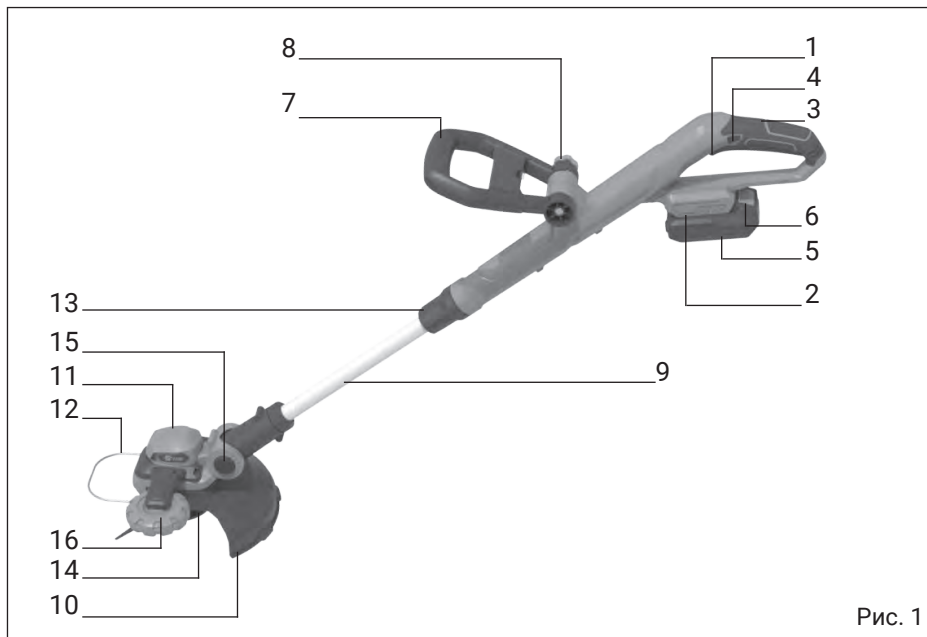

Рис. 1
Основные функции и внешний вид триммера на рис. 1.
3.3 Аккумуляторный триммер состоит из электродвигателя постоянного тока в пластиковом корпусе (рис. 1, поз. 11) на который крепятся , защитный пластиковый кожух (рис.1, поз. 10), металлический ограничитель (рис. 1, поз. 12), а также режущая головка с леской и направляющее колесо (рис. 1, поз. 16). Нижняя часть тримера соединяется телескопической штангой (рис.1, поз. 11) с основной рукояткой (рис. 1, поз. 3) на которой располагаются, выключатель (рис. 1, поз. 1) и фиксатор выключателя (рис.1, поз. 4), платформа для подключения аккумулятора (рис. 1, поз. 2), а также регулируемая дополнительная рукоятка (рис. 1, поз. 7).
3.4 Для начала работ необходимо нажать на выключатель (рис. 1, поз. 1), Для остановки электродвигателя необходимо отпустить выключатель (рис. 1, поз. 1).
Для снятия аккумулятора необходимо нажать кнопка фиксатора аккумулятора (рис. 1, поз. 6) и сдвинуть его немного назад.
Отрегулируйте телескопическую штангу (рис. 1, поз. 9) по высоте на удобное для оператора расстояние с помощью кольца фиксатора (рис. 1, поз. 13), для этого необходимо ослабить кольцо фиксатора (рис. 1, поз. 13) открутив его против часовой стрелки, после чего отрегулировать нужную высоту и зафиксировать это положение закрутив кольцо фиксатора (рис. 1, поз. 13) в обратной последовательности.
Отрегулируйте нижнюю часть тримера, так чтобы во время работы режущую часть удобно было перемещать параллельно поверхности скашивания, для этого необходимо нажать и удерживать кнопку регулировки угла наклона нижней части тримера (рис. 1, поз. 15), установить необходимый угол наклона и отпустить кнопку регулировки в исходное положение.
Установите дополнительную рукоятку в удобное положение, ослабив ручку регулировки (рис. 1, поз. 8), после чего зафиксируйте это положение ручкой регулировки (рис. 1, поз. 8).
При скашивании газона около забора или бордюра рекомендуется использовать направляющее колесо (рис. 1, поз. 16), это предотвратит пор-